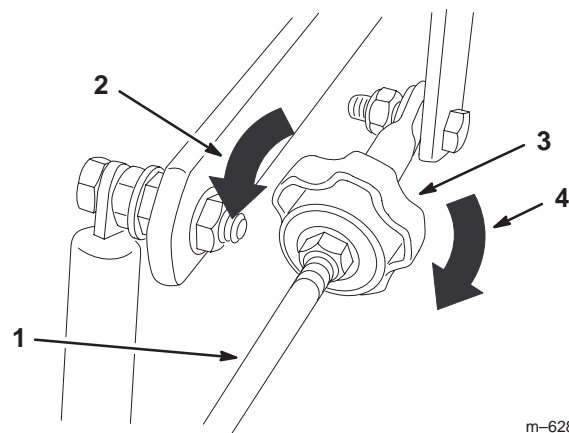

Figure 59
4. Pour que la machine tire à droite, tournez le bouton vers la droite de la machine (voir la figure 59).
5. Pour que la machine tire à gauche, tournez le bouton vers la gauche de la machine (voir la figure 59).